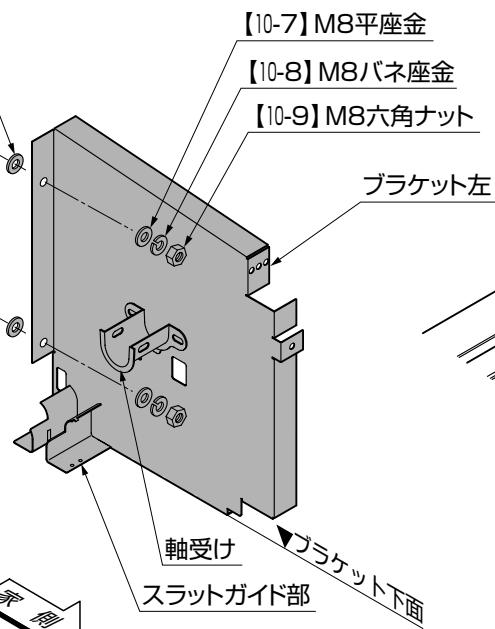

図1-2
- ② ブラケット左のスラットガイド部が前面パネル下枠のフィンにあたるところまで下げてください。(図1-2参照)